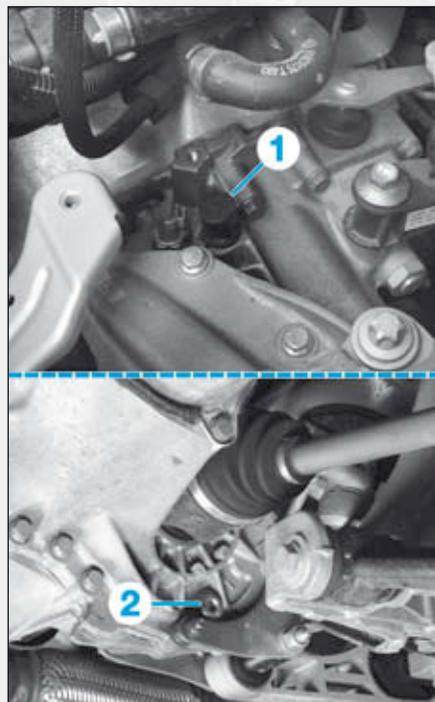

FIG.2
- le bouchon de l'orifice de mise à l'air libre (1) (Fig.2),
- le bouchon de vidange (2) et vidanger l'huile.
- Visser le bouchon de vidange (2) au couple de serrage prescrit.